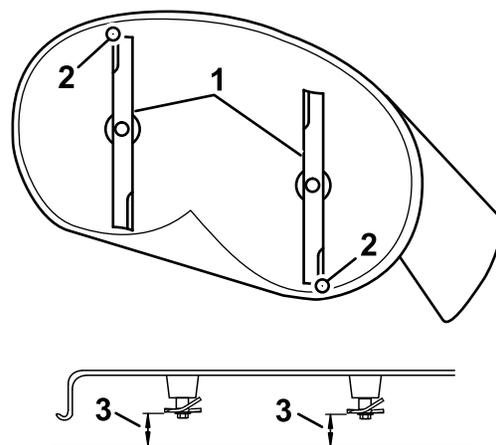

Figure 65
4. Faites pivoter les lames avec précaution pour faire passer les pointes avant à l'arrière (Figure 65).
5. Mesurez la distance entre la pointe de la lame avant et la pointe de la lame arrière par rapport à la surface plane (Figure 65).